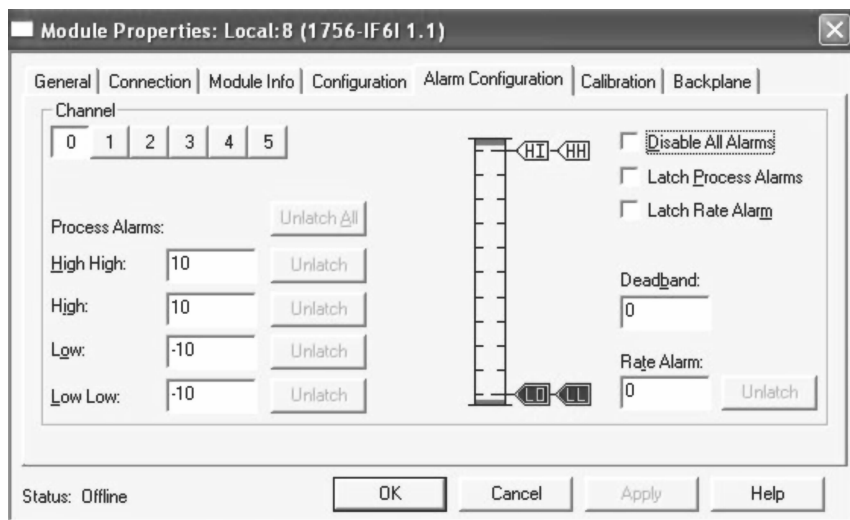

图 2-16 打开的模拟量报警组态参数选项卡
27. 单击“报警组态”（Alarm Configuration）选项卡，如图 2-16 所示。